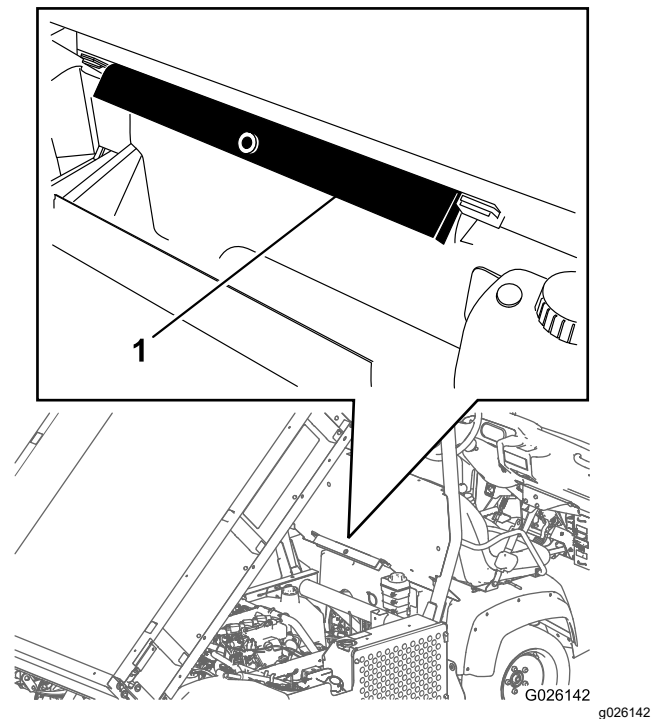

Figura 32
2. Rimuovete il supporto del pianale dalle staffe di stoccaggio sulla parte posteriore del pannello del ROPS (Figura 32).